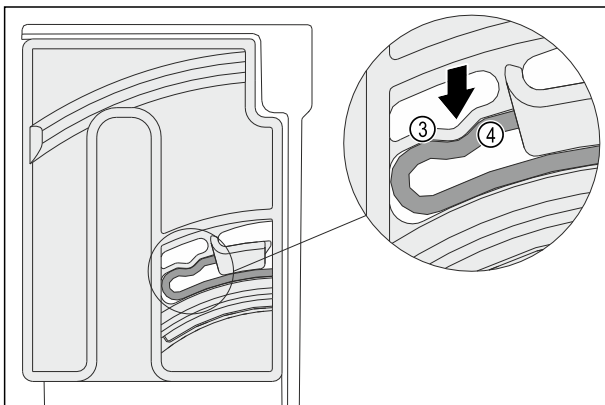

Fig. 117
- ▶ Elastisches Element Fig. 117 (3) der Dreheinheit rastet hörbar in der Rundform der Rippe Fig. 117 (4) ein.